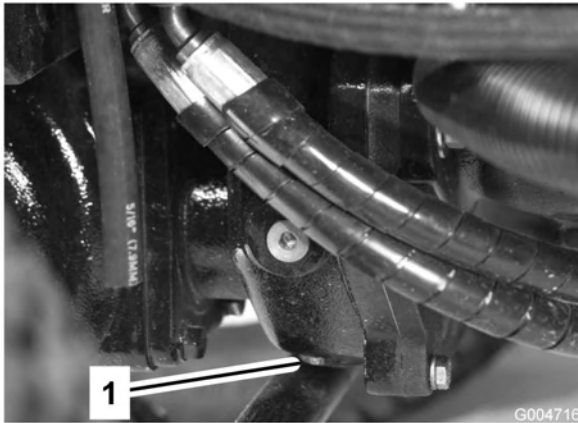

Figure 59
5. Nettoyez la surface autour du bouchon de vidange au bas du boîtier d'engrenages (Figure 59).